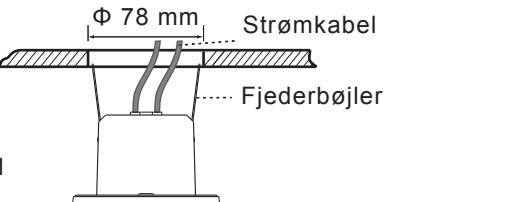

FIG. 11
- 3.4.2.4 Luk detektorens to fjederbøjler og indsæt detektoren i det bored hul på loftet (Se FIG. 11).